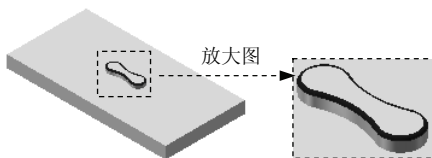

图 4.4.13 圆角特征 1
Step4. 创建图 4.4.13 所示的圆角特征 1。
(1) 选择命令。选择下拉菜单 **插入(I)** → **特征(F)** → **圆角(F)...** 命令，或单击  按钮，系统弹出“圆角”对话框。
(2) 定义圆角类型。采用系统默认的圆角类型。